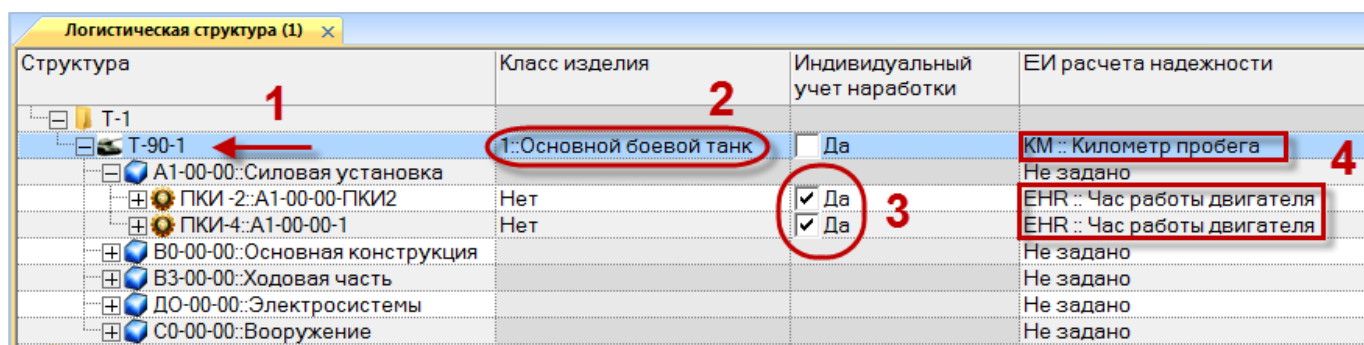

Рис. 25-11 – Рабочее окно «Логистическая структура»
1) В окне «Логистическая структура» выбрать компонент (1 на рис. 25-11).
2) Установить признак финального изделия для компонента в поле «Класс изделия», для этого раскрыть список и выбрать значение «1::Основной боевой танк» (2 на рис. 25-11).
3) Установить признак компонента с ИУН в поле «Индивидуальный учет наработки», для этого необходимо установить флаг в данном поле (3 на рис. 25-11).
1) Для задания единицы измерения расчета надежности в поле «ЕИ расчета надежности» раскрыть список и выбрать нужную единицу измерения (4 на рис. 25-11). Если список пустой, необходимо загрузить единицы измерения по умолчанию (см. раздел «Справочник «Единицы измерения»» в Руководстве администратора).